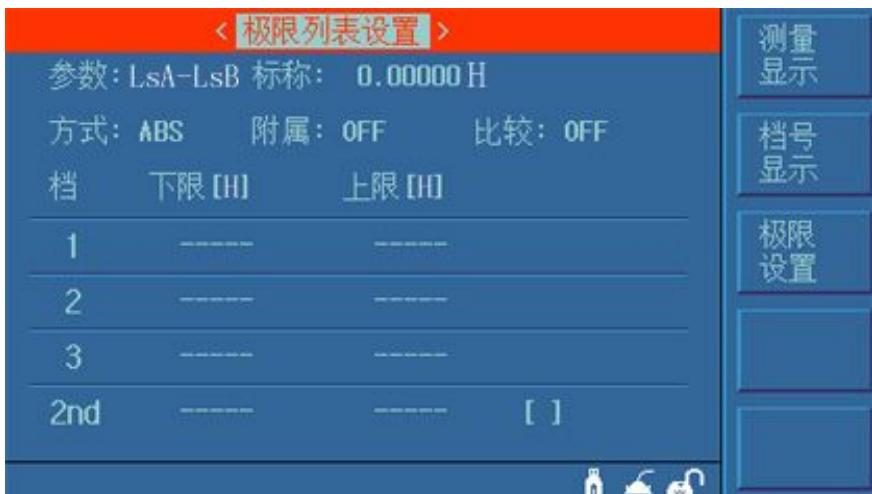

图 6-2 分选功能页面
- 按快捷菜单键“MEAS”，进入<测量显示>页面后（如图 6-1），选择“极限设置”，进入<分选功能>页面（如图 6-2 所示）。